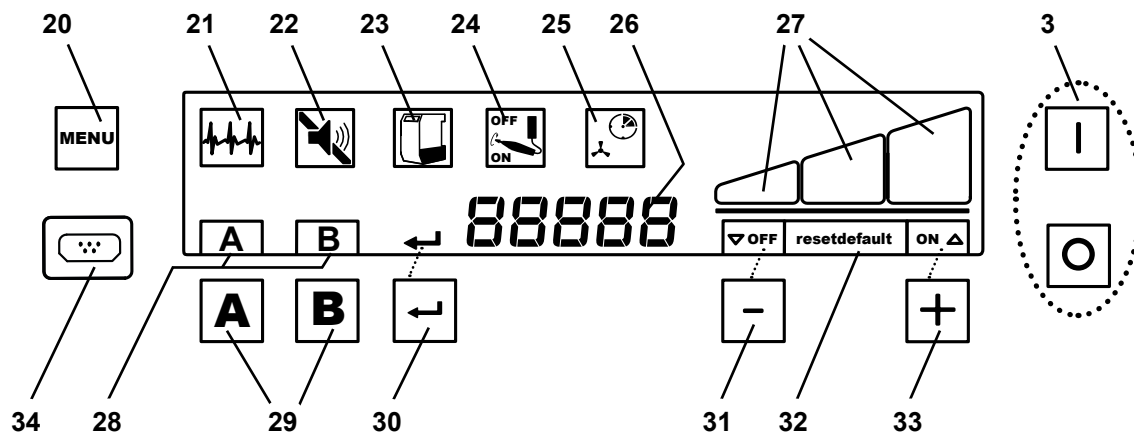

Рис. 2
- ⇒ Аппарат выключать с помощью выключателя / выключателя (3, Рис. 2).